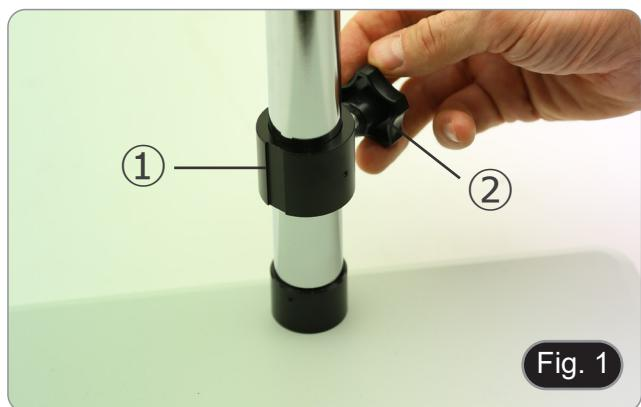

Fig. 1
1. Insertar el anillo de prevención de caídas ① en el pilar y bloquearlo con el pomo de fijación ②. (Fig. 1)